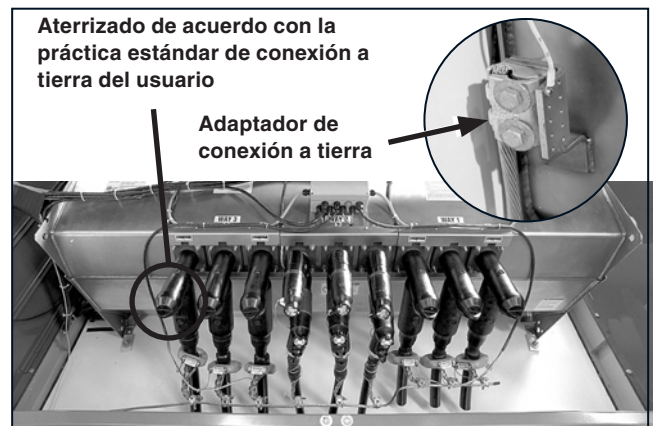

Figura 21. Enganche el cable de conexión a tierra G1 al tanque.
- (b) El cable de conexión a tierra G1 está etiquetado y ubicado en el compartimiento de baja tensión. Cuidadosamente inserte el cable G1 desde el compartimiento de baja tensión, a través del tubo de PVC en el gabinete principal. Conecte el cable de conexión a tierra G1 al ángulo de conexión a tierra de cobre ubicado en el tanque. Ver Figura 21.